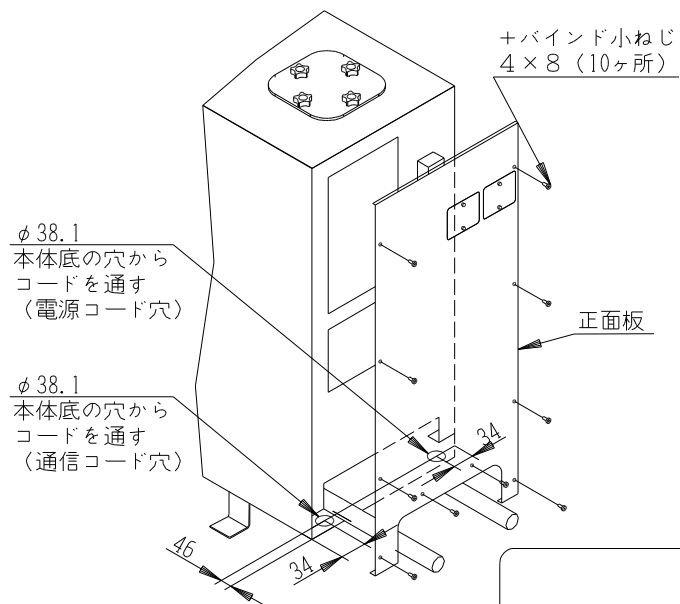

図5-1 正面板取り外し
- ① 正面板を12本のねじを外して取り外す。（図5-1参照）
- ② 単相100Vと三相200Vの電源ケーブルを本体底のブッシングに通す。